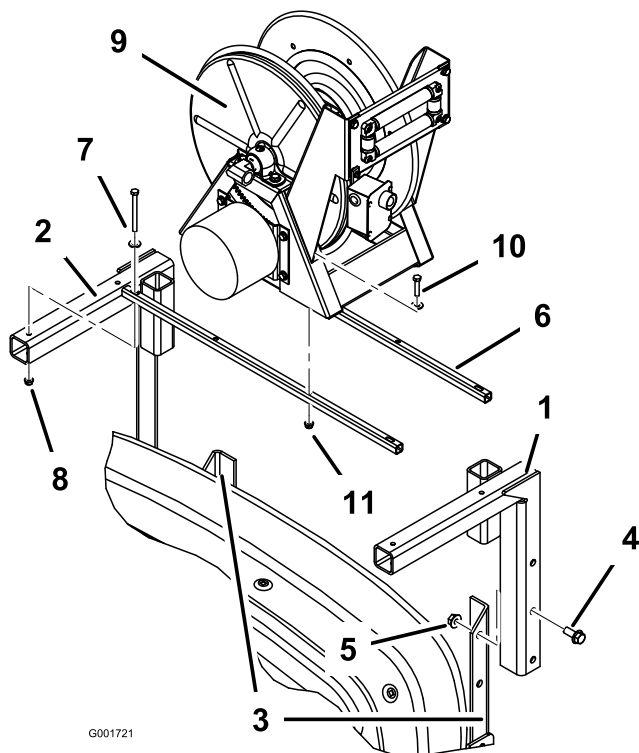

図 3
2. 機体後部のブームフレームに、ホールリールマウント（左取り付け部と右取り付け部）を取り付ける（図 3）。マウントをブームフレームに固定する；フランジボルト (1/2 x 1-1/4 インチ)（4本）とフランジナット (1/2 インチ)（4個）を使用する。
3. ホースリール取り付けチューブ (2本) を、ホースリールマウントの上部に取り付ける (図 3) ; ボルト (5/16 x 3-1/2 インチ) (4本)、平ワッシャ (外径 11/16 インチ)、フランジナット (5/16 インチ) を使用する。
4. ホースリール・アセンブリをホースリール取り付けチューブに取り付ける (図 3) ; ボルト (5/16 x 1-1/2 インチ) (4本)、平ワッシャ (外径 7/8 インチ)、フランジナット (5/16 インチ) を使用する。後で調整を行うのでこの時点では本締めしないこと。